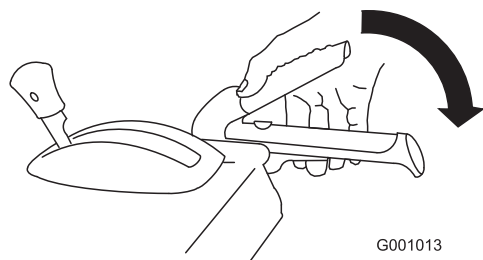

Figure 38
2. Engagez le levier de déplacement de la vis sans fin/turbine et maintenez-le en place (Figure 38).